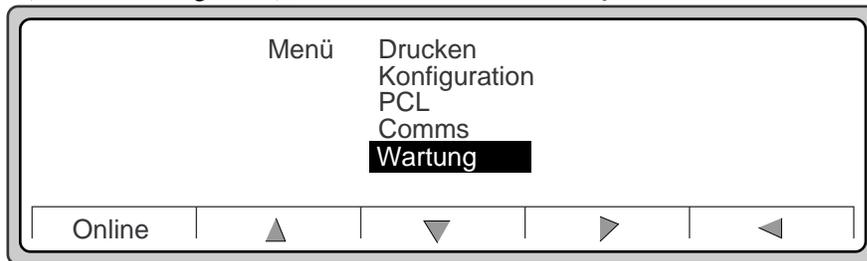

Abbildung 2-102 Menü
2. Blättern Sie mit Hilfe des **Abwärtspfeils** nach unten, heben Sie **Wartung** hervor (siehe Abbildung 2-102), und drücken Sie den **Rechtspfeil**.